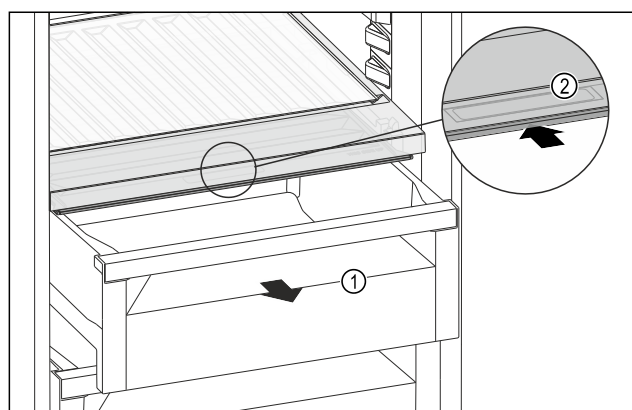

Fig. 211
- Zásuvku Fig. 211 (1) vytáhněte.
- Uchopte prohlubeň pro rukojeť Fig. 211 (2) na víku zásuvky a současně zasuňte víko zásuvky směrem dozadu.